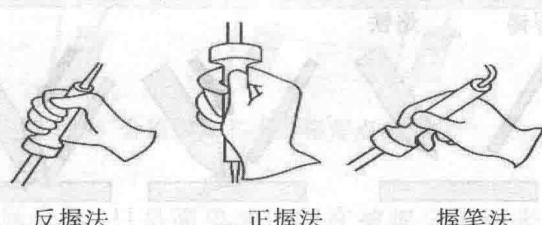

图1.12 电烙铁的握法
(1) 电烙铁的握法(见图1.12)。
①反握法:适用于大功率电烙铁,焊接散热量大的被焊件。
②正握法:适用于较大的电烙铁。
③握笔法:适用于小功率电烙铁,焊接散热量小的被焊件,如焊接台式机主板、笔记本主板、手机板、MP3的印制电路板及其维修。